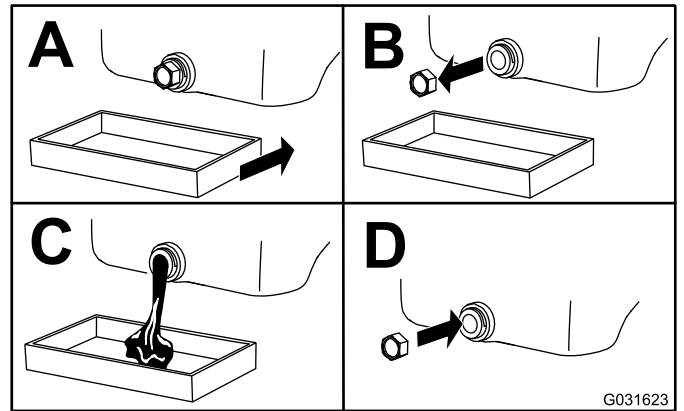

Figura 29
3. Cambie el aceite (Figura 29).